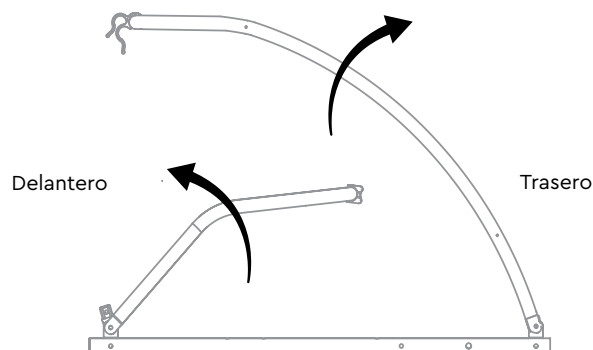

Figura 1
1. Levante el tubo del cuadro delantero y el tubo del cuadro trasero desde el interior del remolque hasta que se asienten juntos en los collarines de plástico (Figura 1).